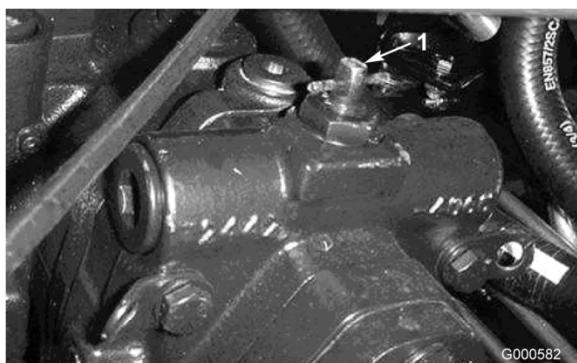

Figura 15
2. Girate la valvola di 90° (1/4 di giro) in qualsiasi direzione per aprirla e consentire all'olio di bypassare internamente (Figura 15). Dal momento che il fluido viene bypassato, potete